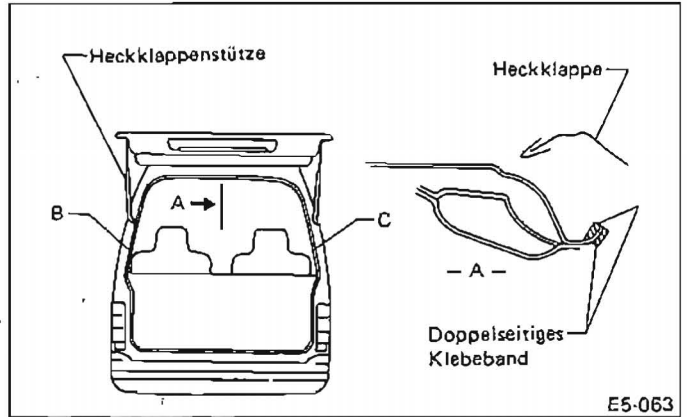

Abb. 12
1) Doppelseitiges Klebeband zwischen den Punkten B und C der Heckklappe (an der Stelle "A") in Abbildung 12 aufkleben. Das Klebeband an den Punkten B und C (etwa 50 mm) unter den Stützen der Heckklappe abschneiden.